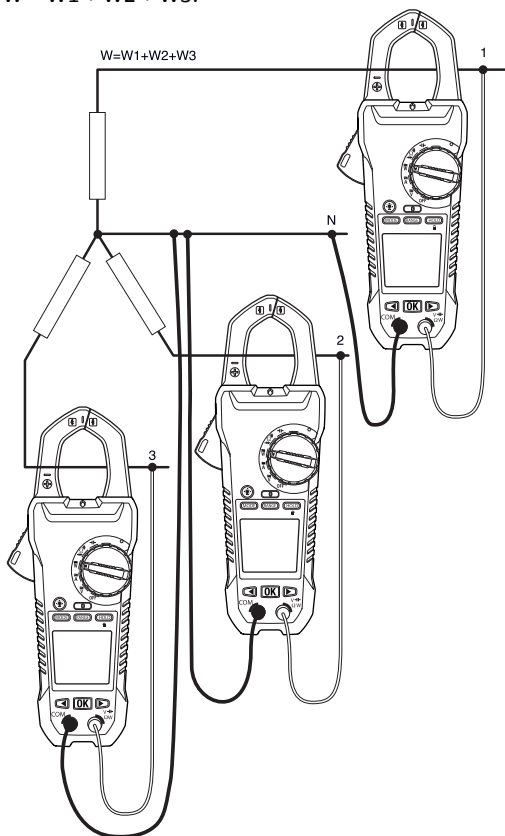

Рисунок 5.5. Измерение трехфазной четырехпроводной системы
Измерение мощности для трехфазной четырехпроводной системы проводится в три этапа, см. рис. 5.5. Суммарная мощность определяется путем сложения результатов трех измерений: $W = W1 + W2 + W3$.
3. Проведите три измерения активной мощности, см. рис. 5.5.